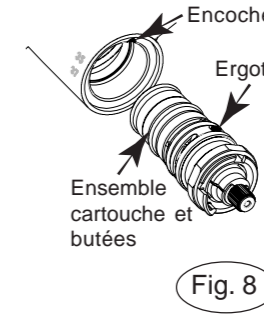

Fig. 8
- Engager l'ensemble cartouche et butées dans le corps en orientant l'ergot avec l'encoche (fig. 8)
- Vérifier que le trait noir soit correctement aligné avec la rainure (fig. 8).